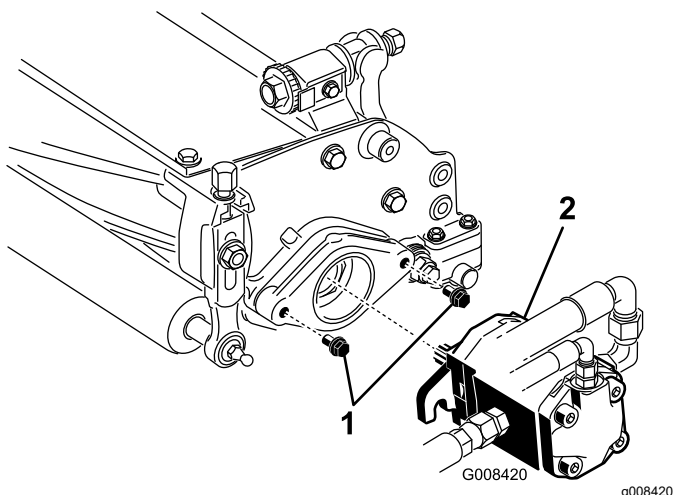

図 8
- リールモータ取り付けボルトのねじの頭が、それぞれおよそ 13 mm 突き出した状態になるようにすること **図 8**。
- リールモータのシャフトのスプライン部にグリスを塗布する。モータを取り付け穴に正対させ、時計方向にひねってスタッドを一回かわし、モータを左にひねってフランジをスタッドに嵌め合わせ **図 8**、
- 取り付けボルトを締め付ける **図 8**。